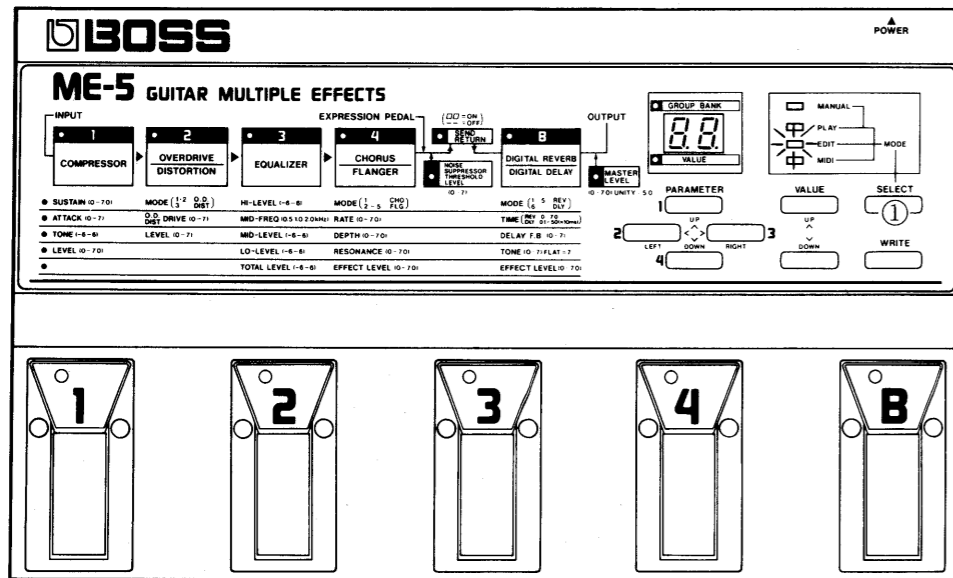

Fig. 1
1. Press SELECT button (1) for Edit Mode. (Fig. 1)
Select キー (1) を押して、Edit Mode にはいる。(EDIT の LED が点灯する。Fig. 1)